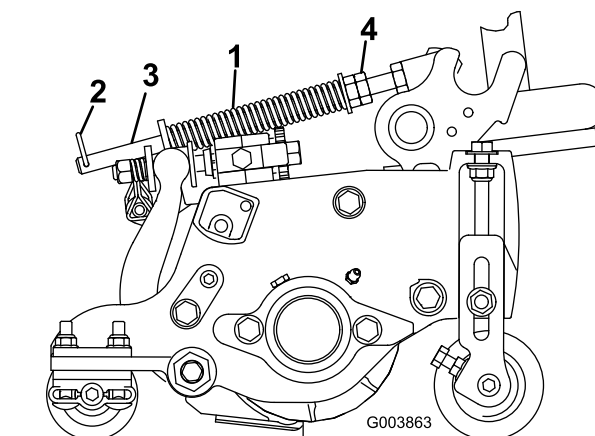

Figure 17
2. Serrez les écrous hexagonaux à l'extrémité avant de la tige de ressort jusqu'à ce que la longueur du ressort comprimé soit égale à 15,9 cm (Figure 17).
Remarque: Si le plateau de coupe doit être déposé de la machine, déplacez la goupille fendue dans le trou avant de la tige de ressort (Figure 17). Veillez à remettre la goupille fendue dans le trou arrière de la tige de ressort lorsque le plateau de coupe est remis en place sur la machine.
1. Vérifiez que la goupille fendue est insérée dans le trou de la tige de ressort (Figure 17).